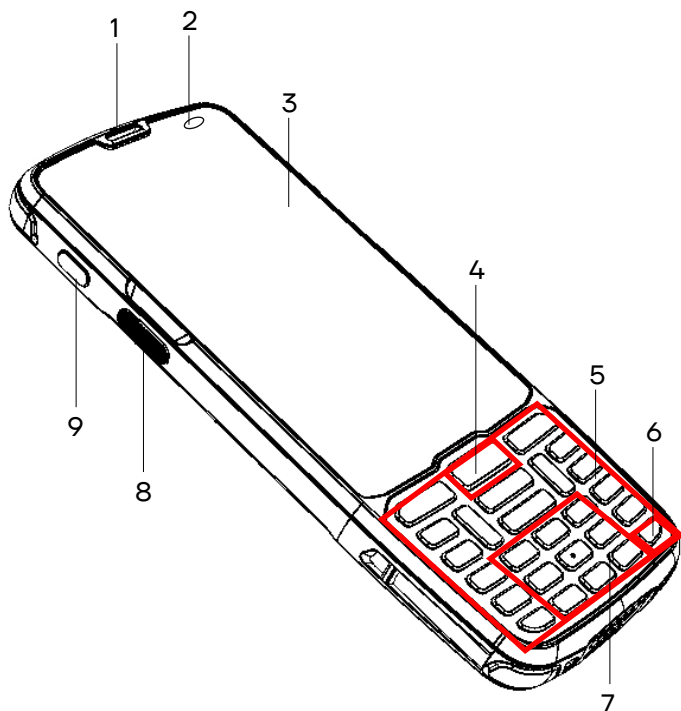

Рисунок 1. Вид сверху/слева
- 2** Выключить изделие – нажать и удерживать кнопку включения/выключения (см. рисунок 1).